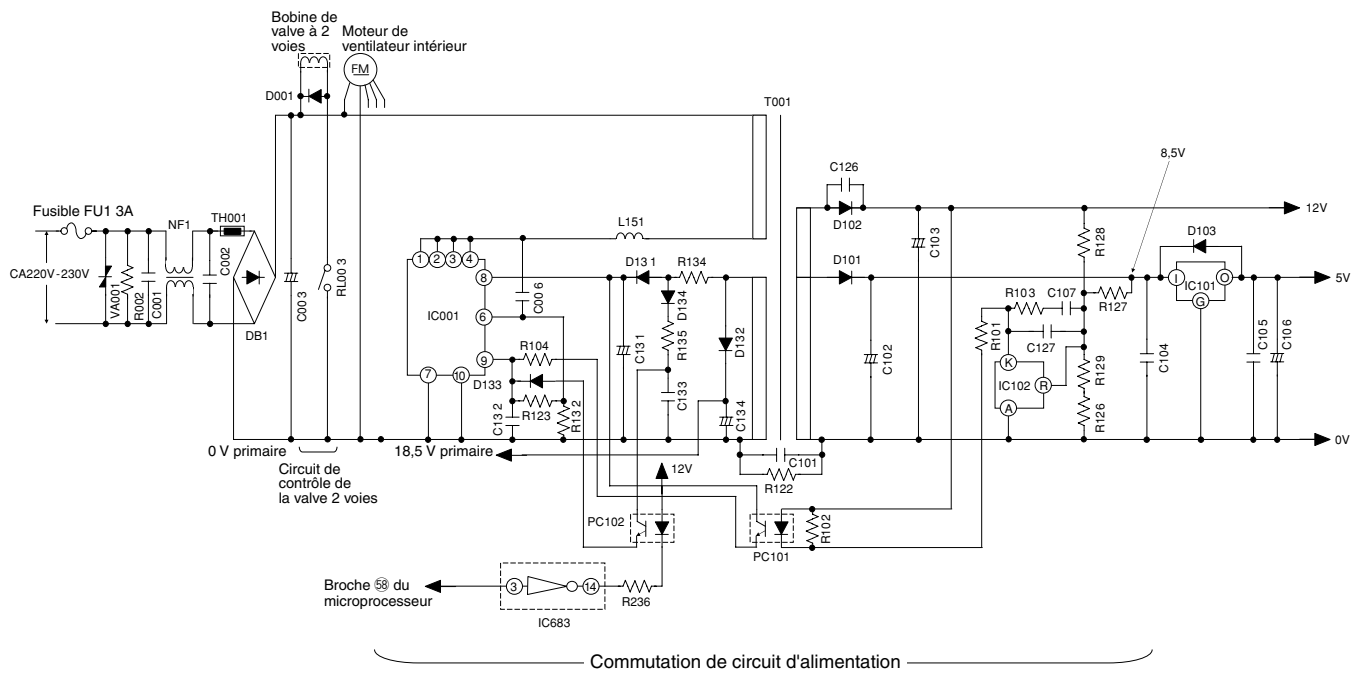

Fig. 2-1
- Le circuit d'alimentation de commutation, comme contrôlé par IC001, entraîne le bobinage du transformateur (T001) pour produire une tension spécifiée au bobinage de sortie. [La borne de sortie (broche ①) de IC001 a une tension de commutation, comme indiqué sur la Fig. 2-1, mais elle passe en crête de tension et période d'oscillation selon la charge d'alimentation. En attente du signal de la télécommande, en particulier, la fréquence d'oscillation est abaissée à un niveau aussi bas que 20 kHz environ pour réduire la puissance en attente.]